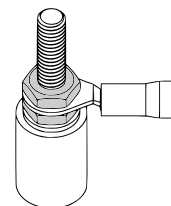

Рисунок 4.1 – Подключение соединительных проводов
8. Подключить соединительные провода к контактам в коммутационной головке или к выводам кабеля датчика (см. рисунок 4.1). Схемы внутренних соединений проводников приведены в приложении Д.